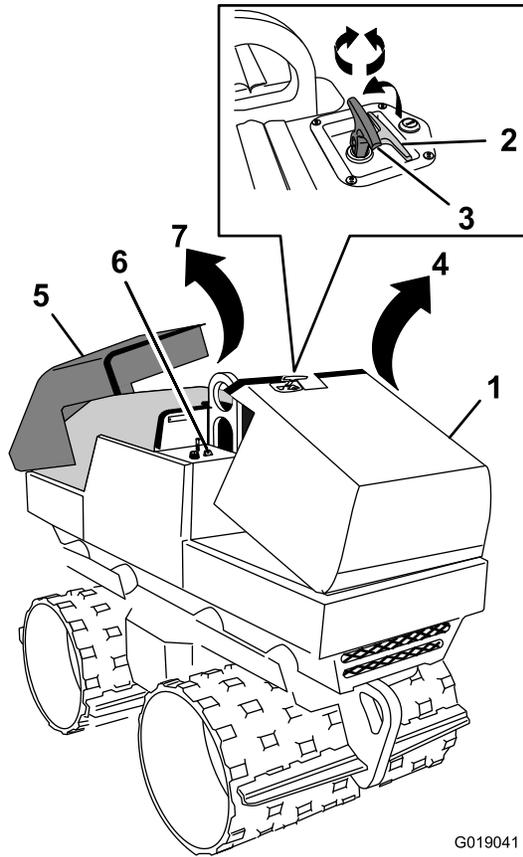

Figura 25
1. En el capó delantero, gire el tirador del capó a la posición vertical (Figura 25).
2. Gire el tirador en sentido horario (Figura 25).
3. Agarre firmemente el tirador y tire con firmeza hacia arriba para desenganchar el capó de los clips (Figura 25).
4. Gire el capó hacia arriba (Figura 25).
2. Tire del capó con firmeza hacia arriba para desengancharlo de los clips (Figura 25).
3. Gire el capó hacia arriba (Figura 25).
2. Gire el capó hacia abajo (Figura 25).
1. Sujete el tirador y gire el capó hacia abajo (Figura 25).
3. Gire el tirador en sentido antihorario (Figura 25).
4. Gire el tirador a la posición de plegado (Figura 25).